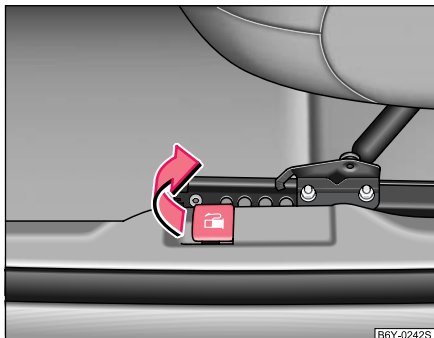

Abb. 121 Öffnungshebel der Tankklappe
- Die Tankklappe öffnen Sie durch Ziehen des Betätigungshebels* neben dem Fahrersitz \Rightarrow Abb. 121 bzw. Abklappen am Kraftstoff-Einfüllstutzen.
- Schrauben Sie den Tankverschluss linksherum heraus und setzen Sie ihn von oben auf die Tankklappe \Rightarrow Abb. 121.